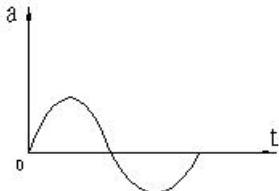

图 1
2、图 1 为凸轮机构从动件升程加速度与时间变化线图，该运动规律是\_\_\_\_\_运动规律，该运动规律\_\_\_\_\_冲击。